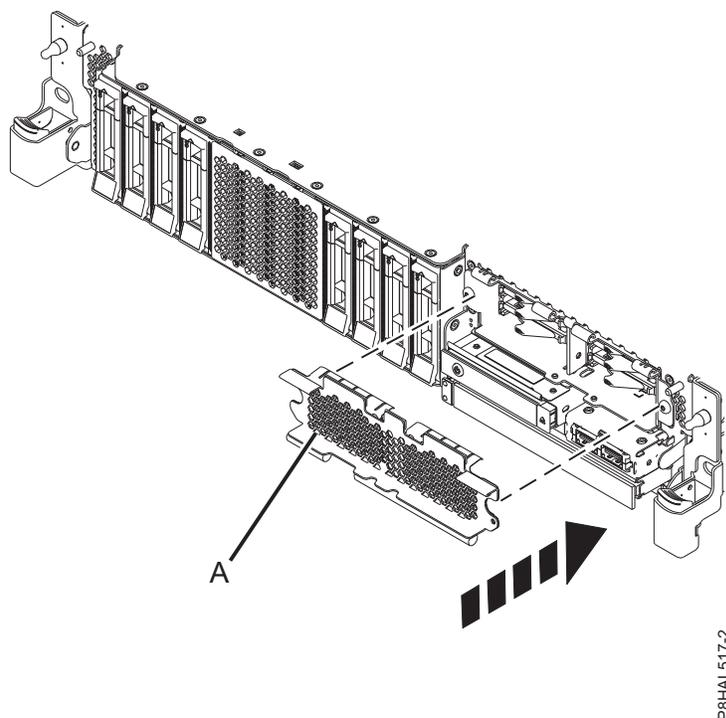

図 99. 拡張機能 システム内の SSD ケージのカバー
4. 該当する場合は、106 ページの図 99 に示すように穴開きプレート (**A**) で SSD ケージを覆います。